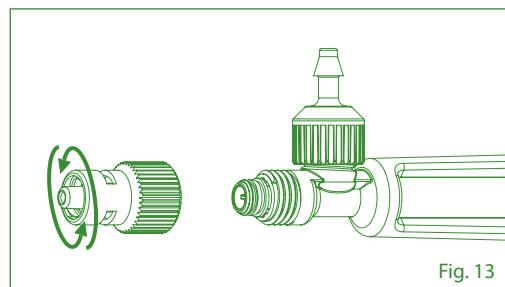

Fig. 13
### Assembling (Fig. 13 - 17)
1. Unscrew Luer Lock nozzle (Fig. 13).
1. Schrauben Sie den Luer-Lock-Ansatz ab (Abb. 13).
1. Dévissez l'embout Luer Lock (Fig. 13).